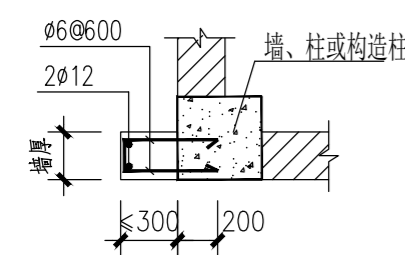

图 4.1
- 2、当构造柱、框架柱、剪力墙边有填充小墙肢且不能砌筑时，可按图 4.1要求施工；
- 3、当填充墙与构造柱、剪力墙或框架柱相连时，沿构造柱、剪力墙、框架柱全高，每隔 600mm (或小于且最相近 600的砌体整皮数距离) 设置 26拉结筋，拉结筋伸入填充墙内的长度 (L)，按以下原则确定：